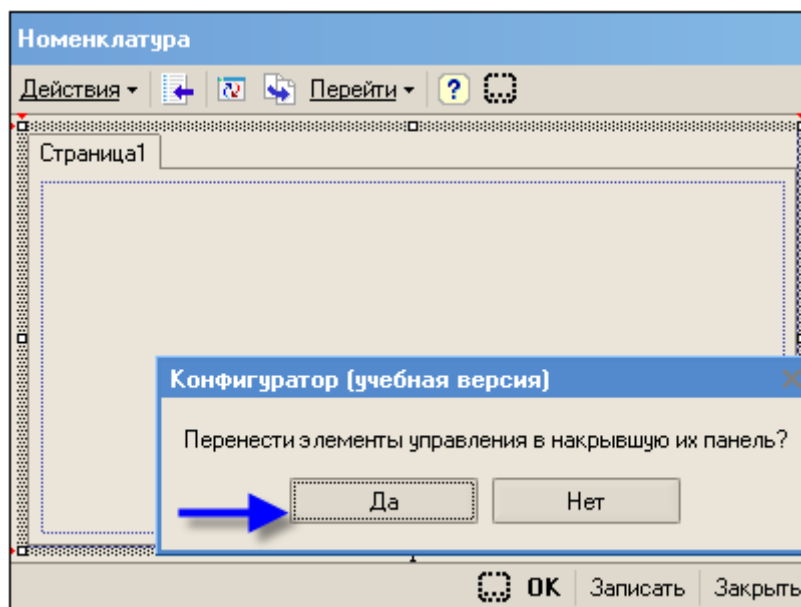
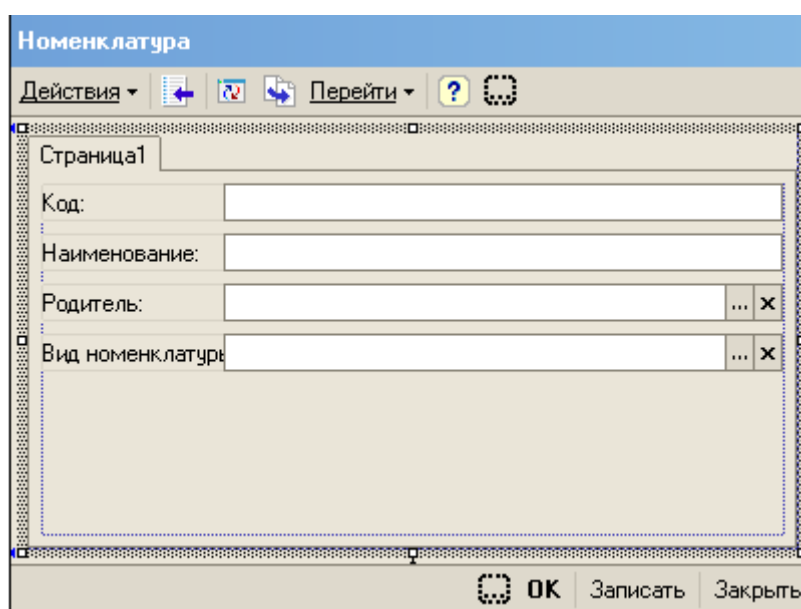

Рис.118
Рис. 119
- увеличим помещенный элемент **Панель** до размеров, как показано на рис. 118, закрыв все элементы управления основной формы диалога, при этом появится вопрос: “Перенести элементы управления в накрывшую их панель?” (рис. 118), ответим на него утвердительно – элементы управления основной формы диалога переместятся на добавленную панель *Страница1* (рис. 119);